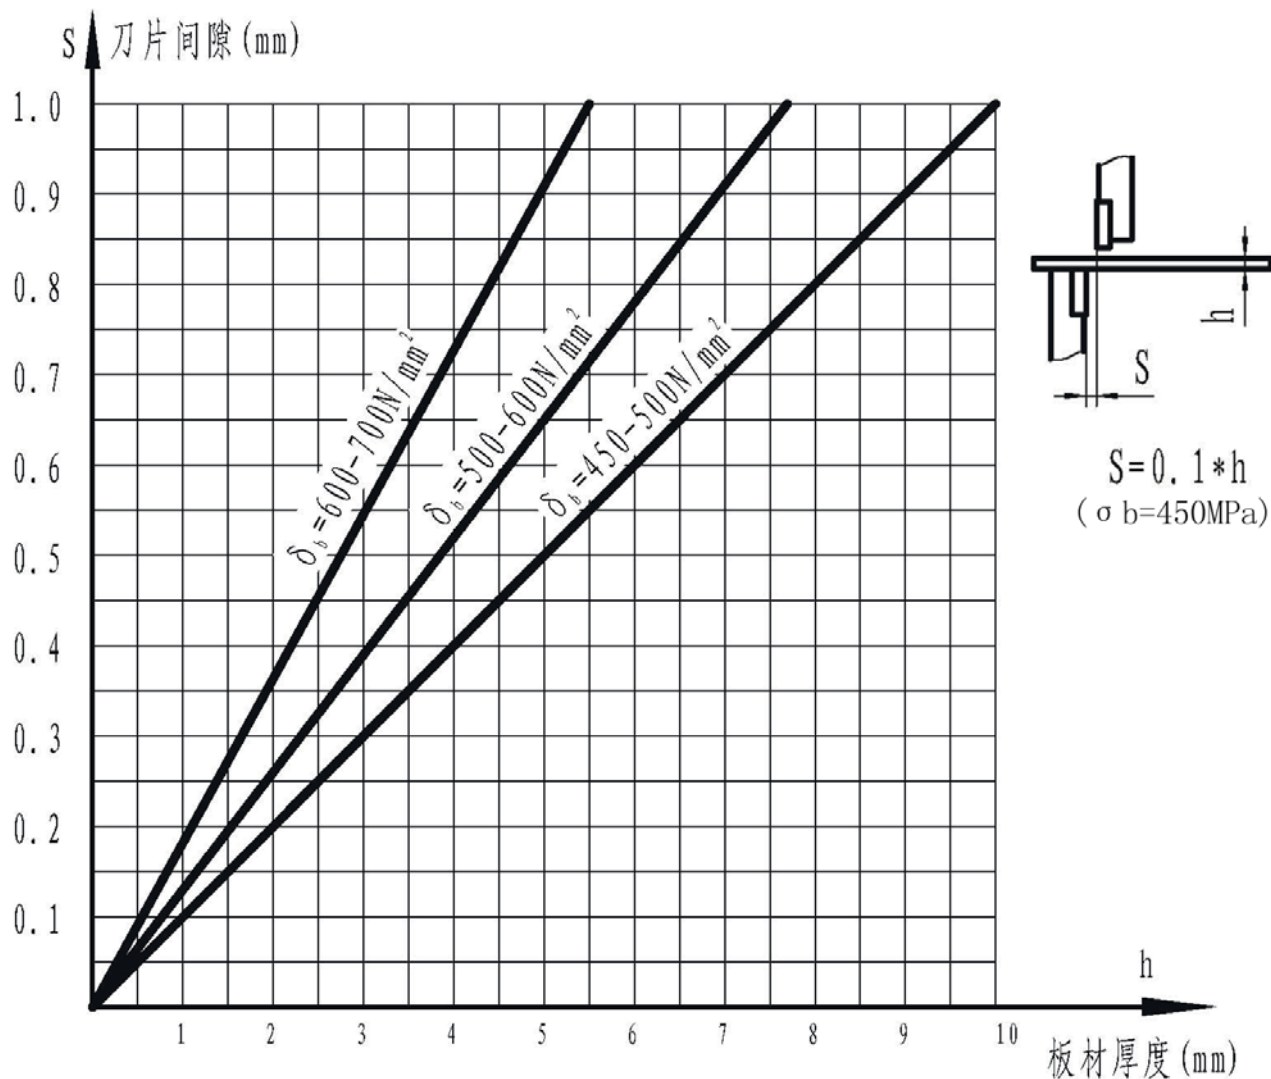

Рис. 7.1: Регулировка зазора между лезвиями
Для регулировки зазора между лезвиями ослабьте болт (5) (Рис. 7.1). Затем с помощью ручного маховика установите требуемый зазор и затяните болт (5).